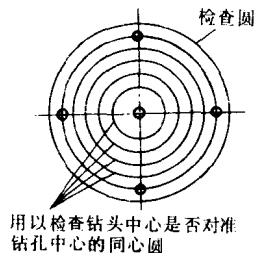

图 2-18 在钻孔划线上打样冲眼的方法
5) 为检查钻孔后的位置是否正确,在划线时就划好几个同心检查圆,在与加工尺寸线相同的一个圆上打检查样冲眼(图 2-18)。